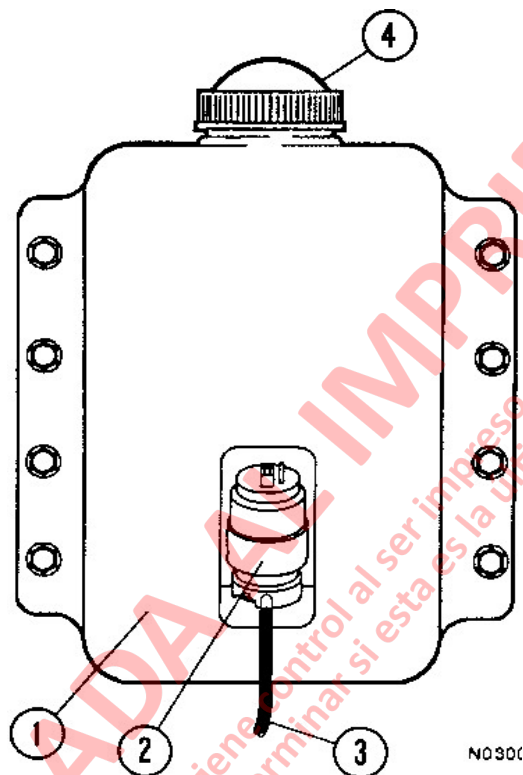

FIGURA 3-3. DEPOSITO DE LIQUIDO LAVADOR DE LIMPIAPARABRISAS Y BOMBA
El lavador del parabrisas, montado a la derecha del gabinete de componentes hidráulicos detrás de la cabina, tiene un depósito plástico de 3.8 litros (1 galón) (1, Figura 3-3), con una bomba eléctrica de 24 volts (2).